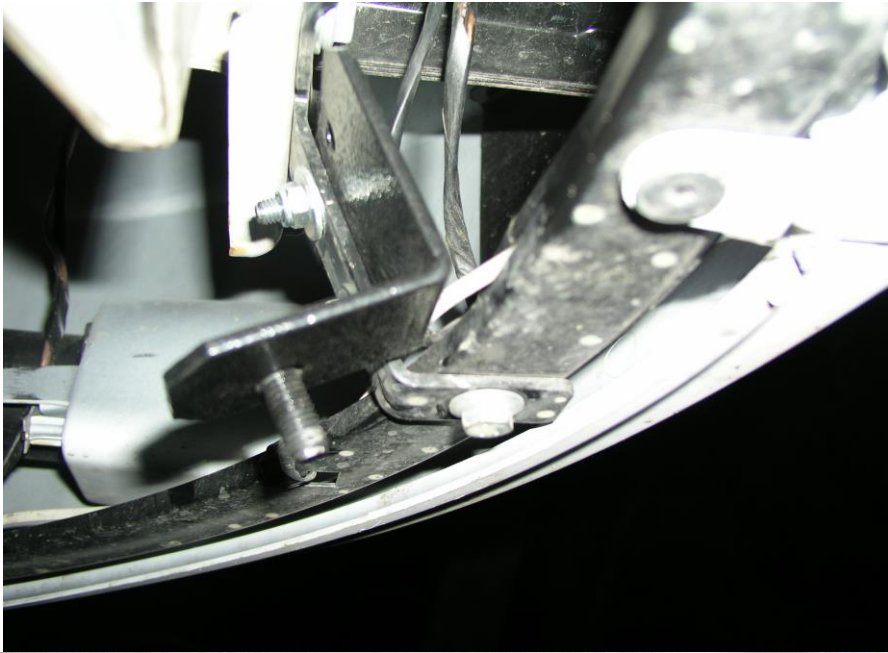

Рис.2
2. Закрепить кронштейны 2, 3 за боковые кронштейны усилителя бампера автомобиля гайками 10, рис.2.